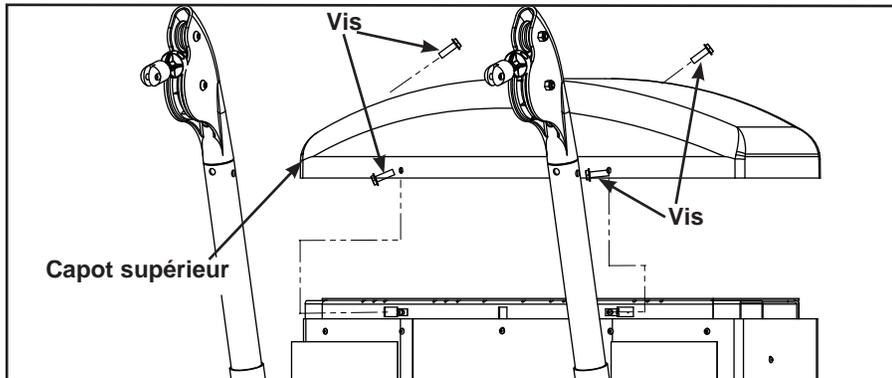

Figure 5
- A. À l'aide d'une clé Allen de 1/8 po, retirez les 4 vis qui maintiennent le capot supérieur. Reportez-vous à la figure 5.